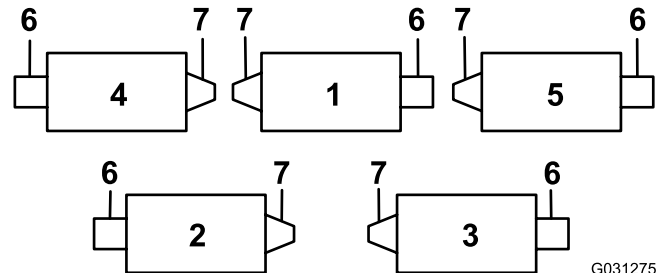
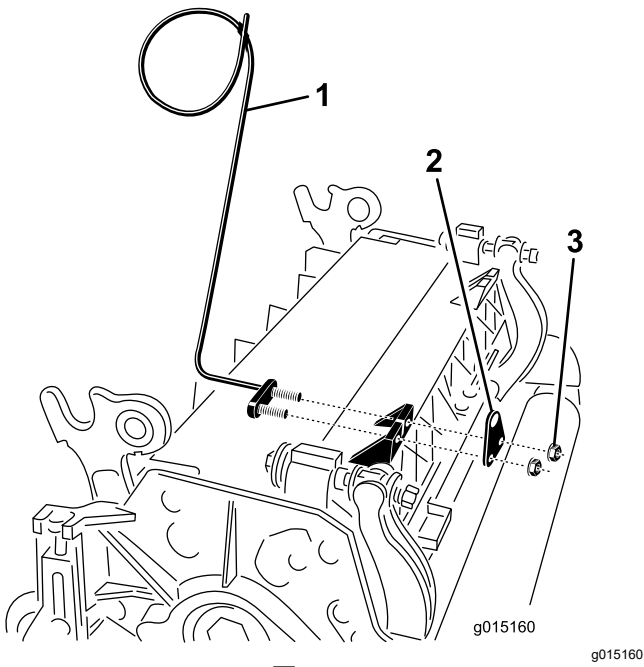
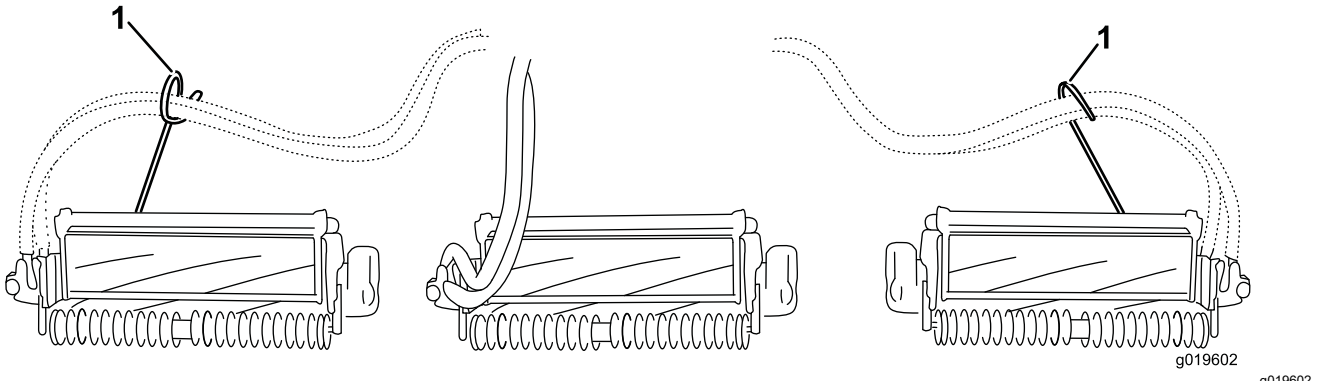

图 6
图 7
图 8
6. 在 4 号滚刀组左前和 5 号滚刀组右前上用杆支架安装螺母将软管导向架安装到滚刀组凸耳的前面。软管导向架应偏向于中心滚刀组图 6、图 7、图 8。